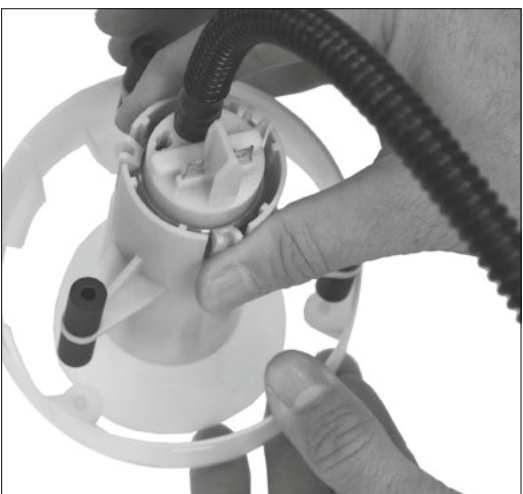

Abb. 7/Fig. 7/ Puc. 7/图7
- 将所有这些一起安装到两件式外环的下部件 (D) 上并用上部件 (C) 锁闭（参见图 7 和 8）。
- 电气电缆 (15) 剥皮（剥除厚度约 6 mm）。
- 使用压线钳将附带的插塞接头 (16) 固定到电气电缆 (15) 上。同时注意之前记录的极性：
- 插塞接头 (16) 插到电气接头 (17) 上。